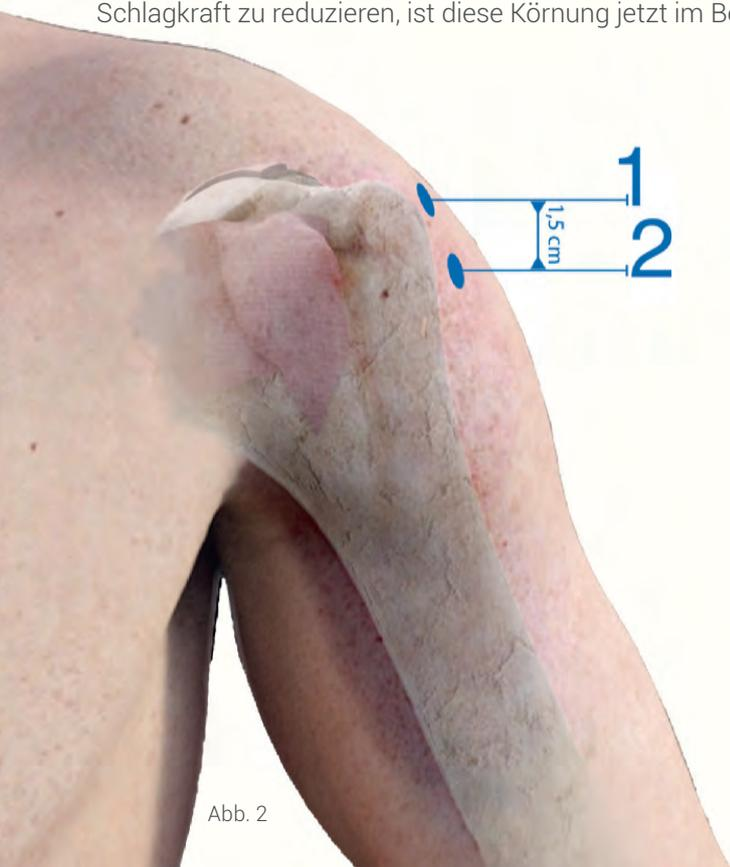

Abb. 2
Siehe unten Portal 1. (Abbildung 2)
► EIN ARBEITSPORTAL NR.2 (ABBILDUNG 2) FÜR DIE KANÜLE DES TAYLOR STITCHERS WIRD 1,5 CM DISTAL VON PORTAL NR.1 ERSTELLT (ABBILDUNG 2).